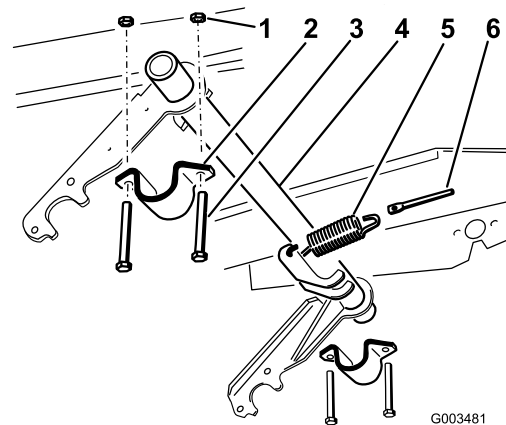

Figure 5
1. Accrochez le ressort d'extension à un des leviers de ressort sur le tube de pivot et à la tige de ressort (Figure 5).
2. Fixez le support de tube de pivot sur le côté droit (Figure 5) sans serrer.
3. Glissez le côté droit du tube de pivot dans le support de tube de pivot droit (Figure 5).
5. Levez le côté gauche du tube de pivot jusqu'au châssis et montez-le avec un support, 2 boulons (3/8 x 3") et 2 contre-écrous (3/8 pouce) (Figure 5).